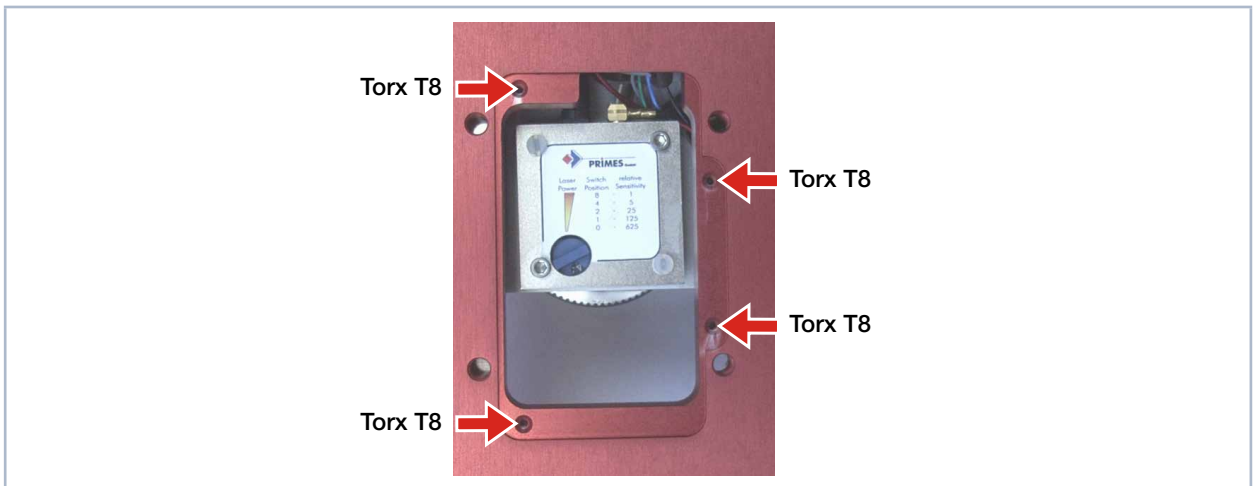

Abb. 16.1: Geöffnete Abdeckung des BeamMonitor BM+ mit Detektor
1. Setzen Sie die Abdeckung auf das Gehäuse (siehe Abb. 16.1 auf Seite 65).